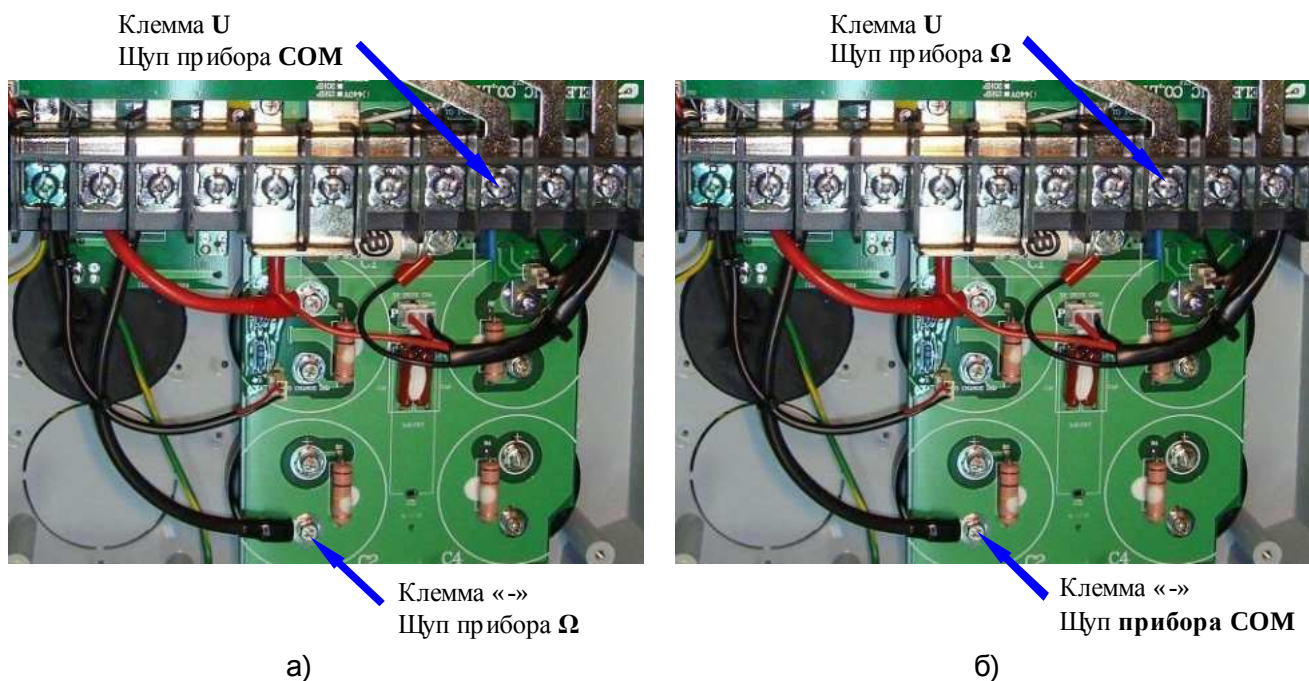

Рис.4.12. Диагностика модуля IGBT относительно клеммы «-».
4.8.4. Аналогично п. 4.8.2 проверить выходные цепи «-»-U, «-»-V, «-»-W и «-»-PR (защитный диод ключа торможения) в соответствии с рис.4.12.
Расположение клеммы «->» показано на рис.4.12,